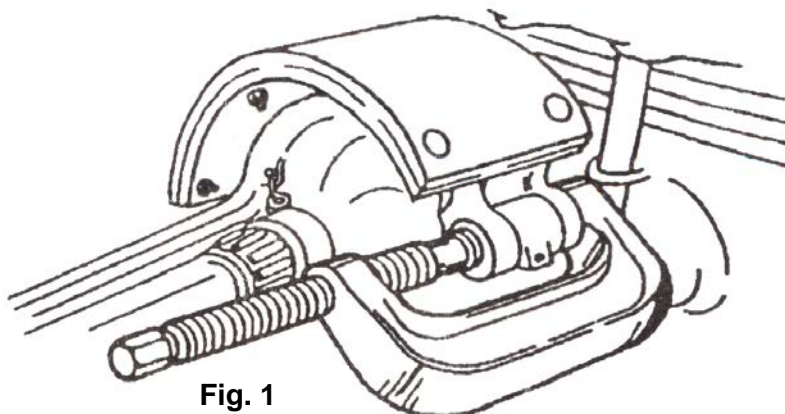

Fig. 1
2. Placez la presse à cadre en C sur le frein comme illustré à la Fig. 1.